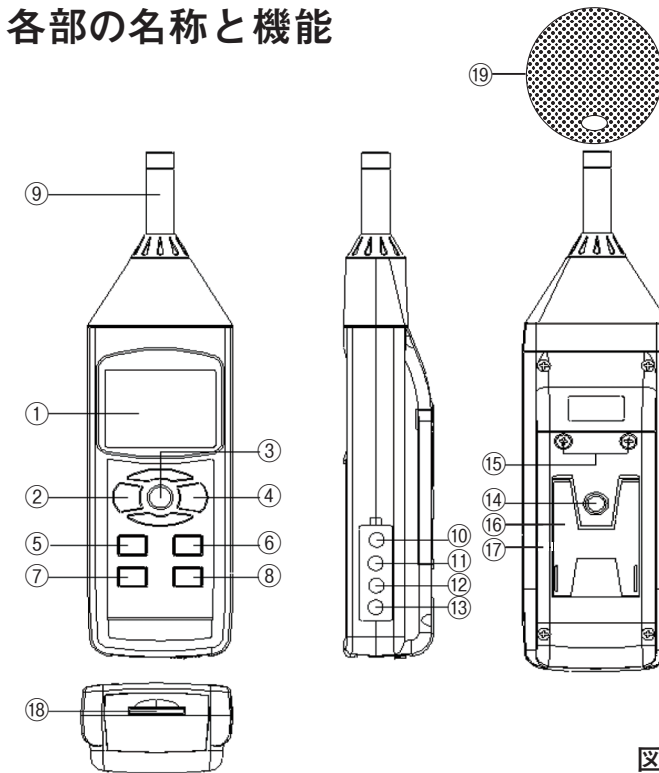

図1
まず初めに、データロガー等の機能を有効にするために、現在時刻の設定等を行う必要があります。POWER(電源)ボタン(②、図1)を押して、本器の電源を入れます。また、このボタンを2秒以上長押しすると、電源が切れます。
電源を入れた状態でSETボタン(⑦、図1)を2秒以上長押しすると「SEt dAtE」と表示部(①、図1)に表示され、「初期設定」モードに入ります。そしてNEXTボタン(③、図1)を一回ずつ押す毎に下記の6つの設定画面に切り替わります。
備考:「初期設定」機能を実行中にESCボタン(②、図1)を押すと、「初期設定」機能が終了し、通常測定画面に戻ります。
(1) ENTERボタン(④、図1)を1度押します。▲ボタン(⑤、図1)または▼ボタン(⑥、図1)を押して、値を調整してください。希望する値を設定し、ENTERボタン(④、図1)を一度押すと、次の値の調整に移ります。最初に年(yy)の値を設定し、次に月(mm)の値を設定し、さらに日(dd)、時間(h)、分(m)、秒(s)へと移行します。
(2) 最後に、ENTERボタン(④、図1)を一回押します。
(1) ▲ボタン(⑤、図1)または▼ボタン(⑥、図1)を使用して上段に表示されるテキストを「bASIC」または「Euro」に設定します。
(2) 最後に、ENTERボタン(④、図1)を押します。
(1) ▲ボタン(⑤、図1)または▼ボタン(⑥、図1)を使用して上段に表示されるテキストを「yES」または「no」に設定します。
- (1) ▲ボタン(⑤、図1)または▼ボタン(⑥、図1)を使用して上段に表示されるテキストを「yES」または「no」に設定します。
- (2) 最後に、ENTERボタン(④、図1)を押します。
- (1) ▲ボタン(⑤、図1)または▼ボタン(⑥、図1)を使用して下記のいずれかの値に設定します。
- (2) 最後に、ENTERボタン(④、図1)を一度押します。
- (1) ▲ボタン(⑤、図1)または▼ボタン(⑥、図1)を押して、上段に表示されるテキストを「yES」または「no」に設定してください。
- (2) 上の値を「yES」に設定し、ENTERボタン(④、図1)をもう一度押すと、画面には「yES Ent」というテキストが表示されるので、本当にSDカードのフォーマットを実行する場合はもう一度ENTERボタン(④、図1)を押し、確定してください。SDカードのフォーマットが行われ、SDカードに保存されている既存のデータが消去されます。上の値を「no」に設定し、ENTERボタン(④、図1)を押した場合SDカードはフォーマットされません。
- (1) POWER(電源)ボタン(②、図1)を押すと、本器の電源が入ります。メーターの初期表示は、「オートレンジ」、「周波数補正:A特性」、「動特性:FAST」に設定されます。LCDには、「AUTO」、「A」、「FAST」が表示されます。
- (2) A/Cボタン(⑥、図1)を押すことで、周波数補正「A」及び「C」を選択できます。
- (3) 測定レンジを切り替えるには、Rangeボタン(⑤、図1)を押してください。電源を投入した後のレンジの初期設定は「オートレンジ」になっています。同時に、表示部(①、図1)の右下部に「AUTO」の文字が表示されます。オートレンジの設定中、Rangeボタン(⑤、図1)を押すごとに、マニュアルレンジ(レンジ1、レンジ2、レンジ3)とオートレンジの順で切り換わります。3つのマニュアルレンジは以下の通りです。
表示部(①、図1)には「30-80」と表示されます。
表示部(①、図1)には「50-100」と表示されます。
表示部(①、図1)には「80-130」と表示されます。
- (4) 様々な音源の音を測定する際には、動特性を切り替える為にFast/Slowボタン(⑦、図1)を押します。
動特性「Fast」の設定を選択すると、表示部(①、図1)に「Fast」が表示されます。動特性「Slow」の設定を選択すると、表示部(①、図1)に「Slow」が表示されます。
測定中、HOLDボタン(③、図1)を一度押すと、表示部(①、図1)に「HOLD」記号が表示され、測定値が保持されます。HOLDボタン(③、図1)をもう一度押すと、表示部(①、図1)の「HOLD」表示が消灯しホールド機能が解除されます。
- (1) 本器は、最大と最小の読取値を記録することができます。RECボタン(④、図1)を押すと、データのメモリを開始し、画面に「REC」記号が表示されます。
- (2) 表示部(①、図1)に「REC」記号が表示された状態で
- RECボタン(④、図1)を押すと、「REC MAX」記号が最大値と共に表示部(①、図1)に表示されます。最大値を削除する場合は、HOLDボタン(③、図1)を押すと、表示部(①、図1)に「REC」記号のみが表示され、メモリを継続します。
- RECボタン(④、図1)をもう一度押すと、「REC MIN」記号が最小値と共に表示部(①、図1)に表示されます。最小値を削除する場合は、HOLDボタン(③、図1)を押すと、表示部(①、図1)に「REC」記号のみが表示され、メモリを継続します。
- メモリ機能を終了するには、RECボタン(④、図1)を2秒以上押してください。表示部(①、図1)は通常の測定画面に戻ります。
電源を入れた際に、バックライトが自動的に点灯します。測定中に☆ボタン(バックライトボタン)(②、図1)を押すと、バックライトは消灯します。もう一度押すと、バックライトが再び点灯します。
SDカード(1~16 GB、オプション)をSDカードソケット(⑩、図1)に挿入してください。SDカードの前面を下側に向けてください。